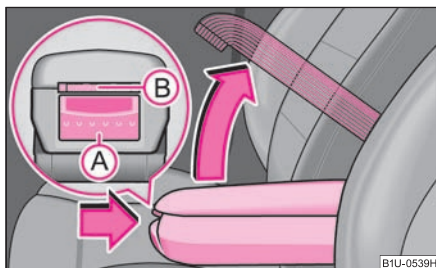

Fig. 90 Cotiera: Compartimentul de depozitare
- Apăsați tasta (B) ⇒ fig. 90.